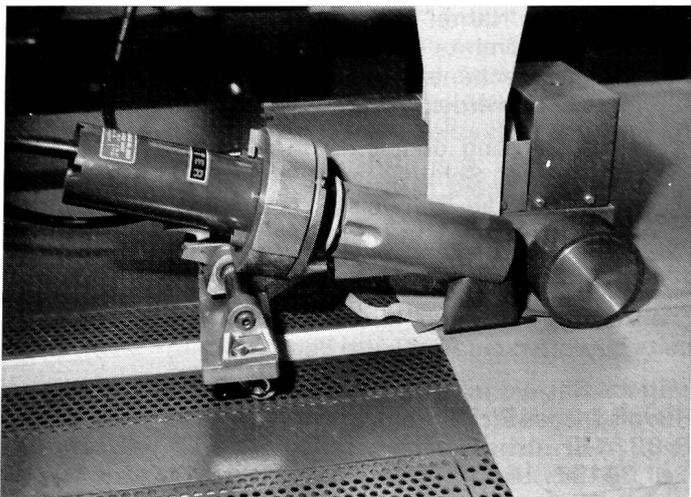

Bild 2:
- Durch den geeignet gewählten Differenzdruck des Absauggebläses werden alle Materialien, ob luftdicht oder luftdurchlässig, sicher festgehalten, womit das Auslegen, Richten und Halten der meist bahnenförmigen und unhandlichen Schweisstteile sehr erleichtert wird. Die Folge sind verringerte Handhabungszeiten auch beim Säume-, Schläucheschweissen und ein sicheres Fixieren auch leicht gekrümmter Nähte (Bild 2).